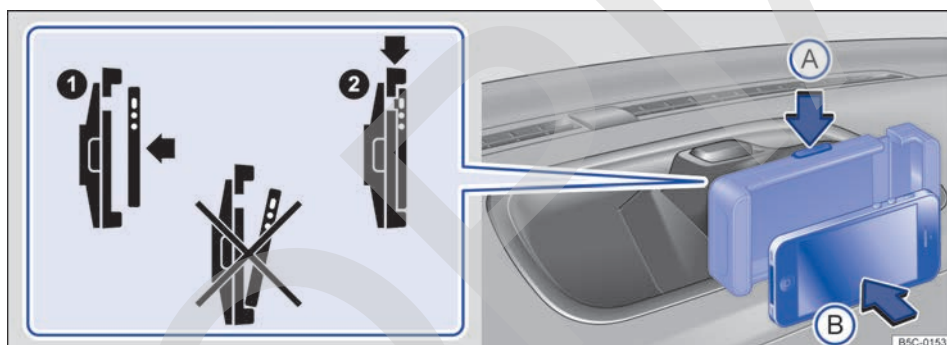

Fig. 132 En la consola central: montaje del iPhone.
- Mientras presiona la tecla de desbloqueo → fig. 132 (flecha A), coloque el iPhone recto en el alojamiento (flecha B) → ①.
- Con la otra mano presione la tecla de desbloqueo → fig. 132 (flecha A) hasta que el dispositivo se pueda sacar del alojamiento.
- Coloque siempre el iPhone recto en el soporte portátil → fig. 132. Si se coloca el iPhone inclinado, las conexiones eléctricas del iPhone y el soporte portátil para iPhone podrían resultar dañados.